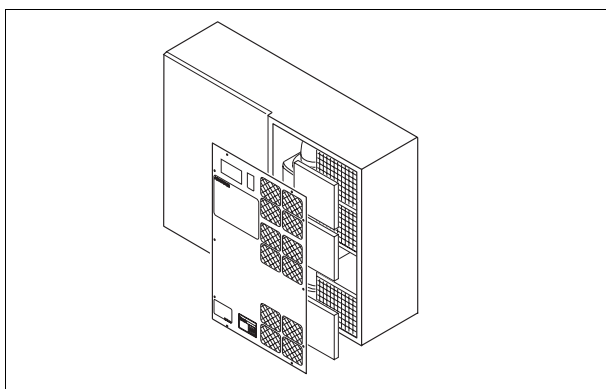

Bild 31
2.2.1.3 Filtermatten sichtprüfen, ggf. wechseln (Bild 31)